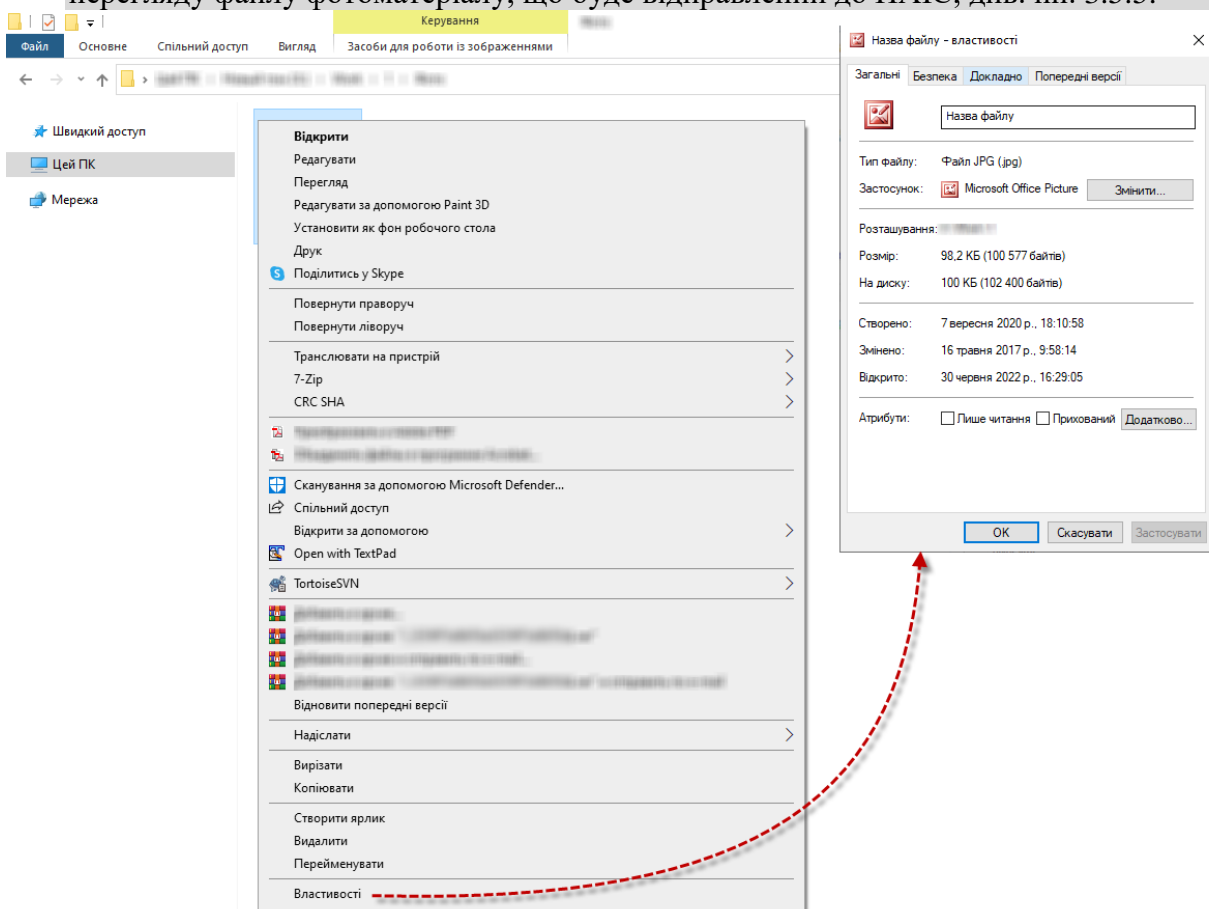
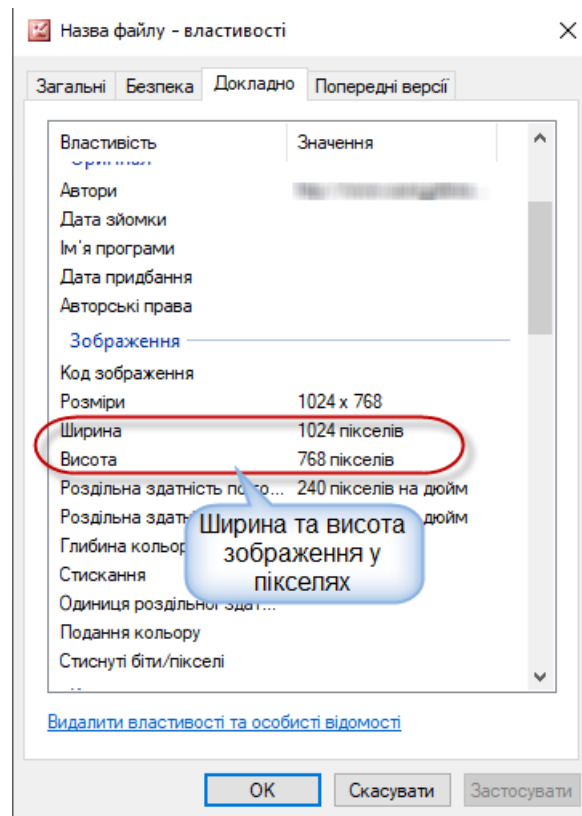

Рисунок 3.57
Рисунок 3.58
- Для завантаження файлу фотографії роздільна здатність екранного зображення повинна складати 640x480 або 480x640 пікселів. Для *перегляду розміру фотографії процесу технічного контролю* клікнути правою клавішею миші на потрібному файлі та вибрати з контекстного меню пункт *Властивості*. Відобразиться вікно [назва файлу] – властивості (рис. 3.57). Перейти до вкладки *Докладно*. У рамці *Зображення* буде відображено ширину та висоту фотографії у пікселях (рис. 3.58).